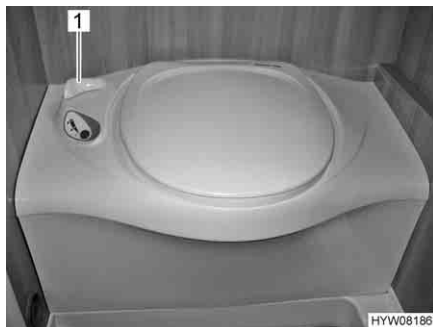

Bild 226 Thetford-Toilette
- Vor dem Spülen den Schieber der Thetford-Toilette öffnen. Dazu den Schieberhebel (Bild 226,1) entgegen dem Uhrzeigersinn drehen.
- Nach dem Spülen den Schieber schließen. Dazu den Schieberhebel (Bild 226,1) im Uhrzeigersinn drehen.